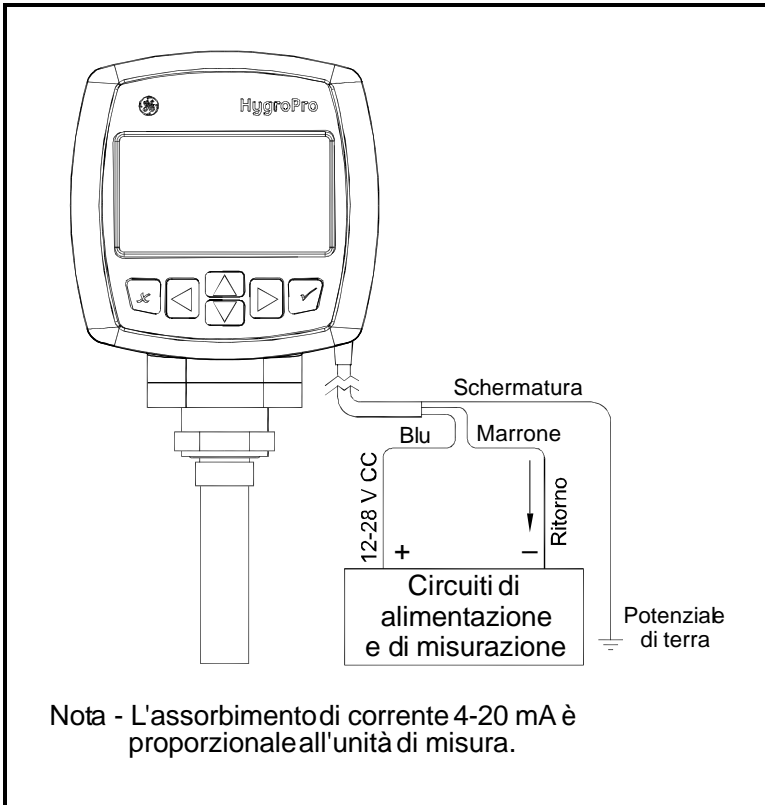

Figura 3. Collegamenti standard del cablaggio
2. Utilizzando i cavi liberi all'altra estremità del cavo del trasmettitore, collegare il trasmettitore all'alimentazione e al sistema di acquisizione dei dati (DAS) conformemente a quanto indicato nella Figura 3 a pagina 7. Per una descrizione dei conduttori occorrenti e di quelli forniti a corredo della strumentazione, consultare la tabella 1 in basso.